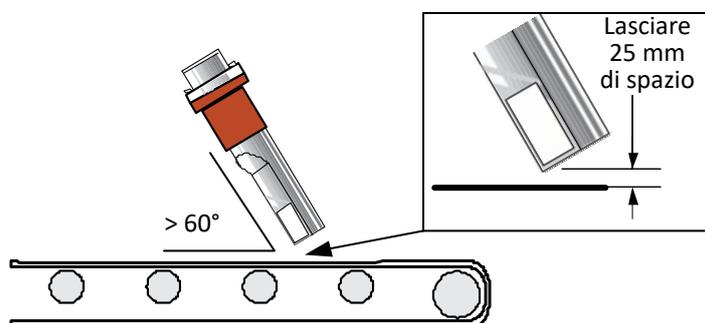

Figura 11. Hydro-Probe inclinato a 45° per ridurre l'accumulo di materiale
- Il corpo del sensore può essere installato con un'inclinazione tra 90° e 60° rispetto al nastro trasportatore per ridurre l'accumulo di materiale. È importante mantenere l'inclinazione di 45° rispetto al flusso di materiale e lo spazio di 25 mm tra il sensore e il nastro trasportatore (vedere la Figura 11).